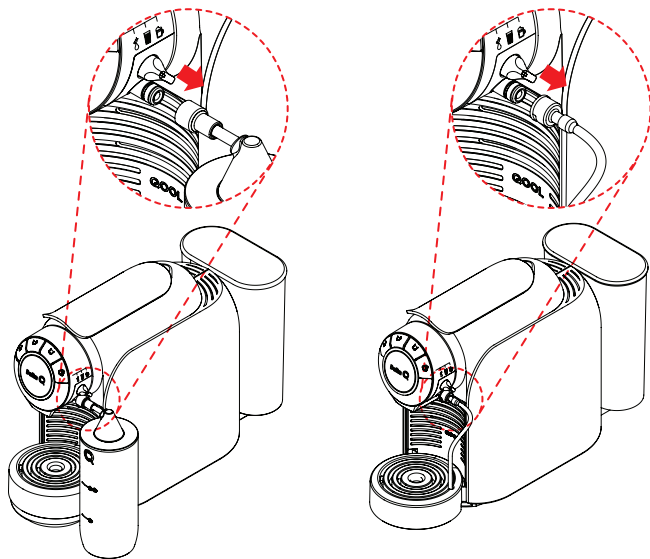

Fig. 31: Retirar o depósito ou o tubo de aspiração do leite.
- Puxe cuidadosamente o depósito ou o tubo de aspiração do leite para fora (ver **Fig. 31**).